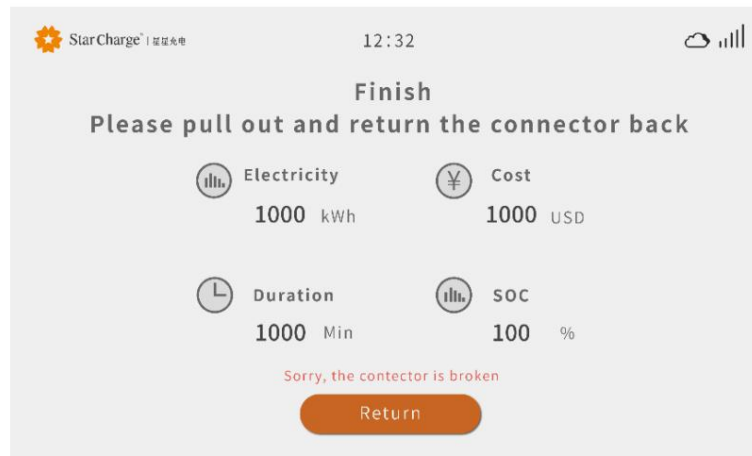

Abbildung 3-19 Anormale Ladeschnittstelle
**Schritt 10** Der Ladevorgang stoppt aufgrund von Anomalien an der Ladeausrüstung oder am Fahrzeug und das System platzt nach oben, wie in Abbildung 3-19 dargestellt. Für Reparaturen wenden Sie sich bitte an den technischen Kundendienst.